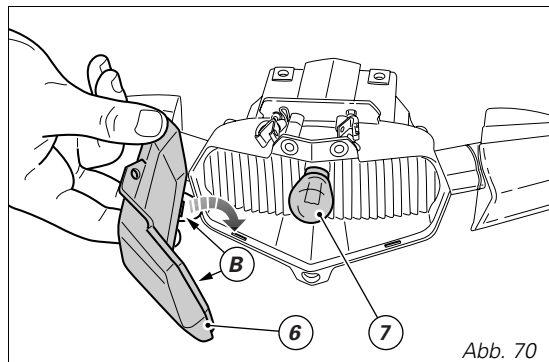

Abb. 70
Die Glühbirne (7) eindrücken und dabei gegen den Uhrzeigersinn herausdrehen, dann austauschen (Abb. 70).